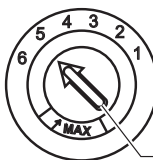

Рис. 7
- В дозаторе ополаскивателя предусмотрено шесть положений настройки (рис. 7). Всегда начинайте работу с переключателем дозатора в положении «4». Если при этом имеют место пятна и неэффективная сушка, то следует увеличить количество подаваемого ополаскивателя. Для этого откройте крышку дозатора и установите ручку регулятора в положение «5». Если и в этом случае на посуде остаются пятна, и она плохо высушивается, установите переключатель на более высокое число, чтобы добиться нужного качества мойки. Заводская настройка - положение «5».